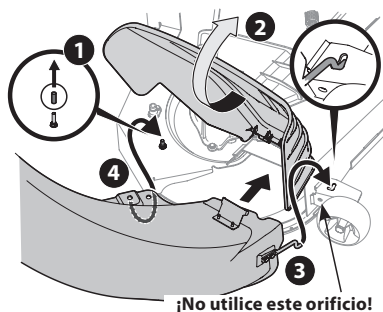

Figura 17
2. Remove the deck pin rubber protective cap, 1 in Figura 17.
3. Levante el deflector del canal (2 in Figura 17) sobre la plataforma y sosténgalo mientras ubica la bota sobre la abertura del canal.
4. Inserte el extremo del codo del bota (3) en el orificio suministrado en el montaje de rueda de la plataforma tal como se muestra en el recuadro de la Figura 17.
5. Gire la bota hacia atrás hasta que el orificio del codo del bota se alinee con el pasador de la plataforma. Mueva la bota hacia abajo sobre ese pasador, como se indica en 4 de la Figura 17.